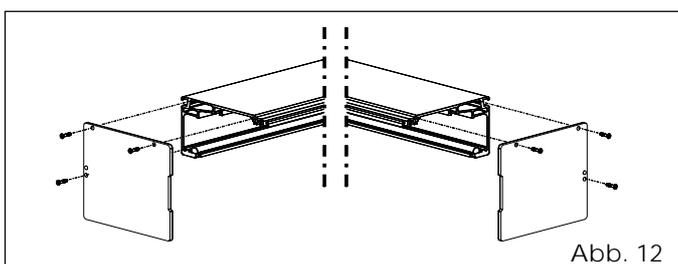

Abb. 12
- Die Seitenteile laut Abb. 12 anbringen. Die Seitenteile sind vorgefräst, damit sie sich an die Querträger mit oder ohne selbsttragendes Profil anpassen.